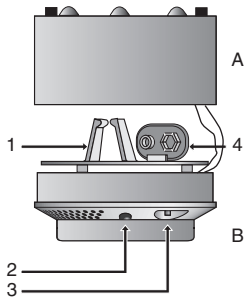

Abb. 1 Inbetriebnahme
- Den Wasserwächter (Abb. 1, B, Seite 10) durch Drehen nach links aus dem Sockel (A) nehmen.
- 9-V-Blockbatterie mit dem Batterieanschluss (4) verbinden und in den Batteriehalter (1) stecken.